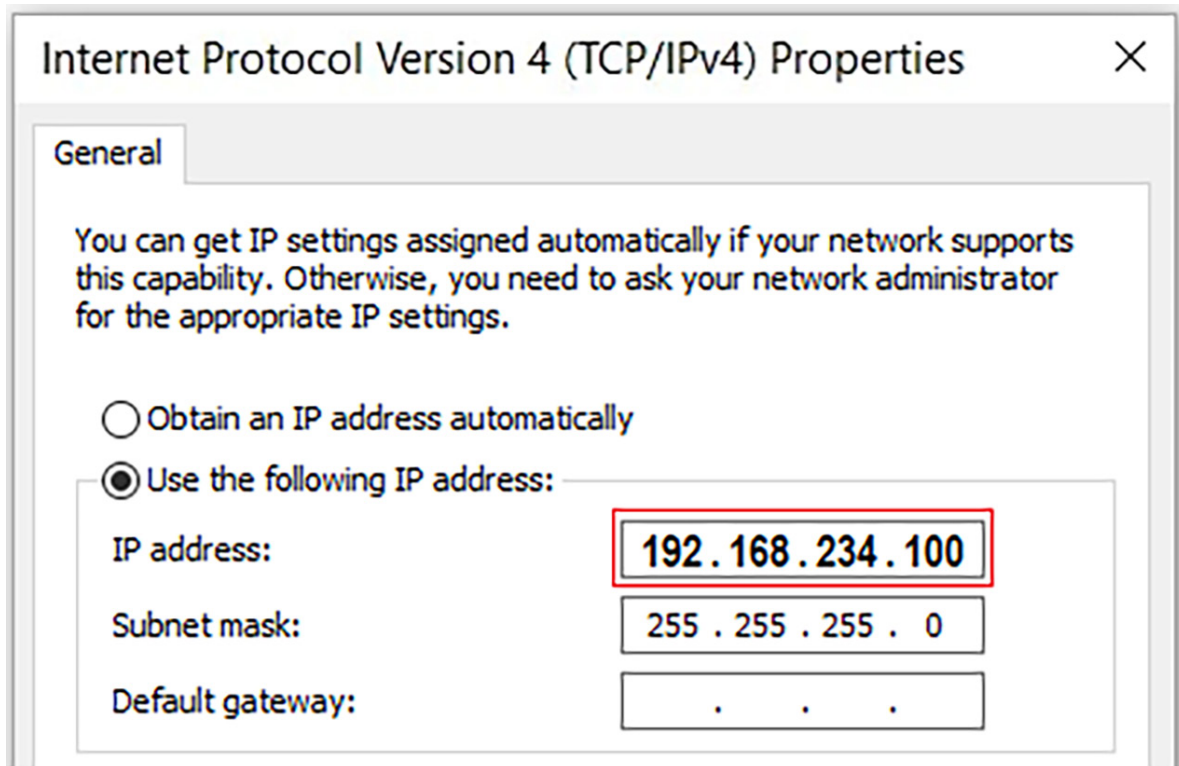

Figura 9.1: Propriedades da USB Device emulando uma porta Ethernet
- 3) Nas propriedades do Protocolo IPV4, definir o IP como estático, dentro da mesma rede (ex: **192.168.234.100**) conforme Figura 9.1 na página 9-1.